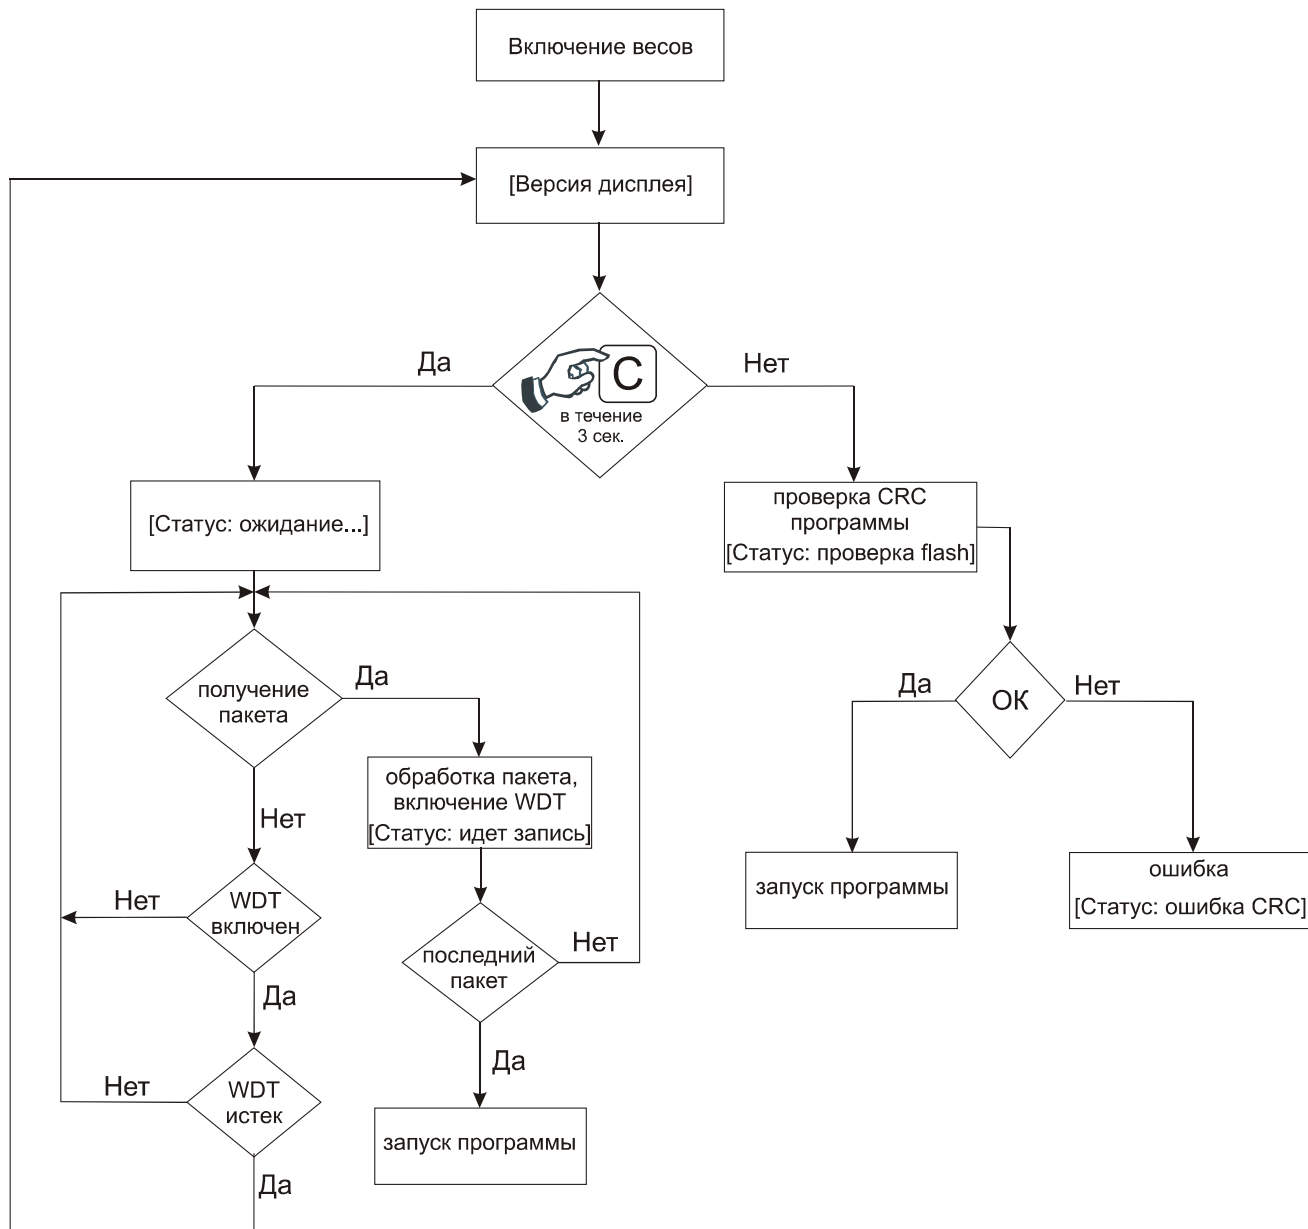
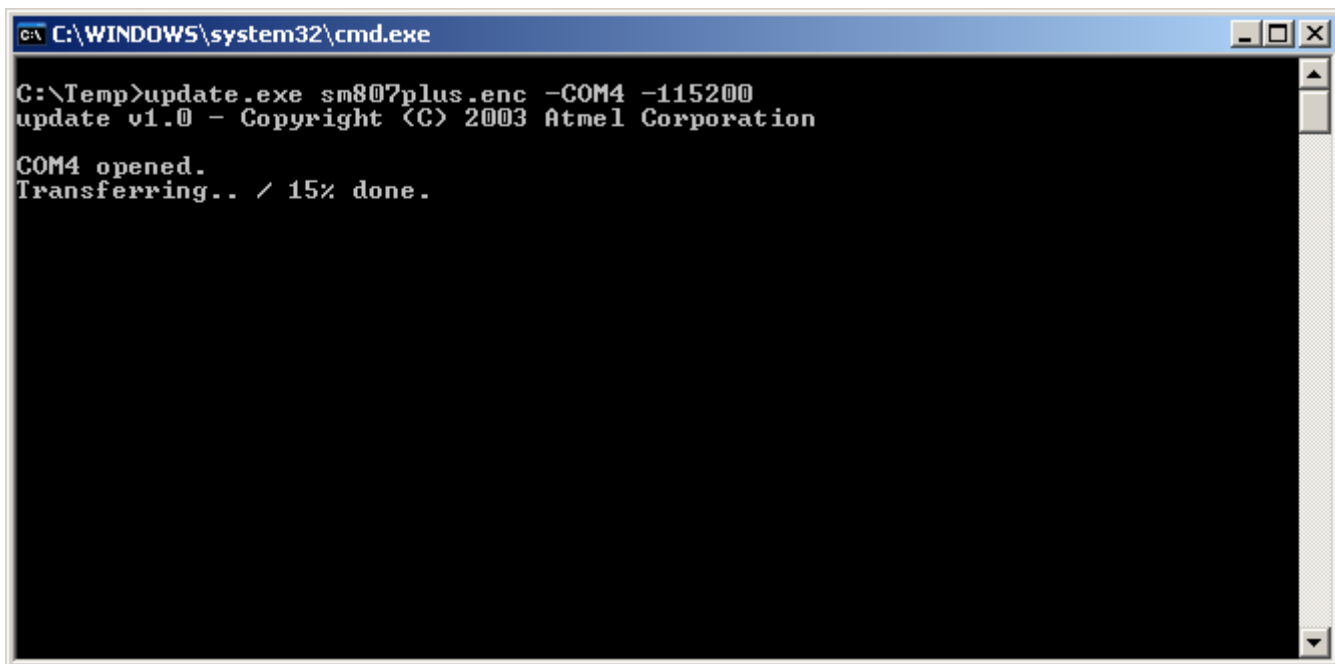

Рисунок 56. Алгоритм работы программы-загрузчика
Рисунок 57
2. Включите весы. При включении весов запускается программа-загрузчик, а на экране в течение нескольких секунд отображается версия дисплея (см. Рисунок 56). Если в это время нажать клавишу С, весы входят в режим ожидания обновления основного ПО, при этом на экране отображается надпись «Загрузчик Штрих-Принт 4.5 Статус: ожидание...». Запустите утилиту для изменения версии ПО - на экране монитора появится окно с отображением хода выполнения программы (см. Рисунок 57), а на экране весов статус сменит значение на «идет запись».